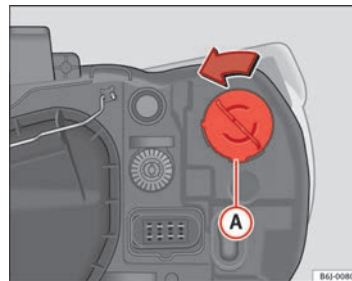

Abb. 143 Blinker bei Einfachscheinwerfer
- Den Lampenträger ⇒ Abb. 143 **A** nach links drehen und ziehen.